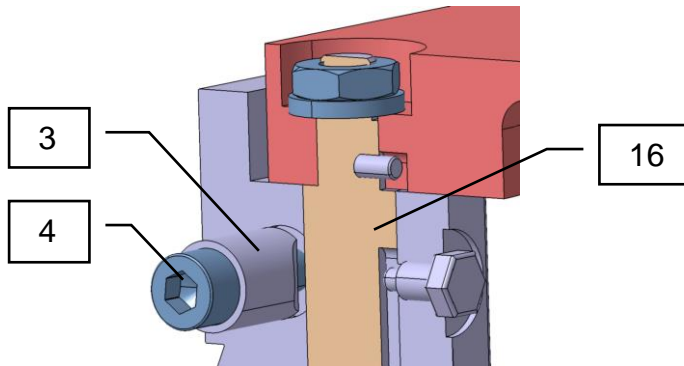

Figure 4 : vue en coupe (pièce 2 non visible)
**1-2-b** (Cf. figures 4 et 5)